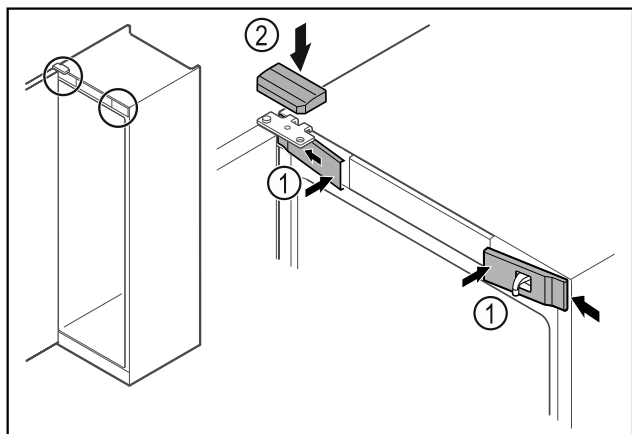

Fig. 52
- ▶ 从侧部挂入前盖板 Fig. 52 (1)并将其卡紧。
- ▶ 从上方卡紧上盖板 Fig. 52 (2)。